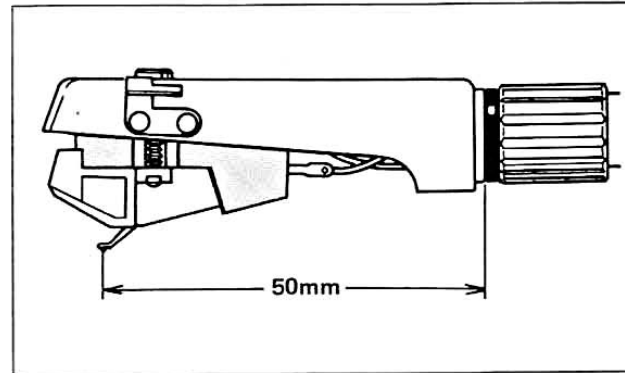

Fig. 4
5. Attach the cartridge to the head shell so that the stylus is positioned 50mm from the nearest edge of the locking ring. (fig. 4).
5. Den Tonabnehmer so an der Kopfmuschel befestigen, daß die Nadel 50 mm von der nächsten Kante der Schließmuffe entfernt ist (fig. 4).
5. Fixer la cartouche à la tête de pick-up de façon que la pointe de lecture soit positionnée à 50 mm du bord le plus proche de la bague de verrouillage. (fig. 4).
5. Attaccare il cartridge al guscio della testina in modo che la puntina venga a trovarsi a 50mm dal prossimo angolo dell'anello di serraggio (fig. 4).